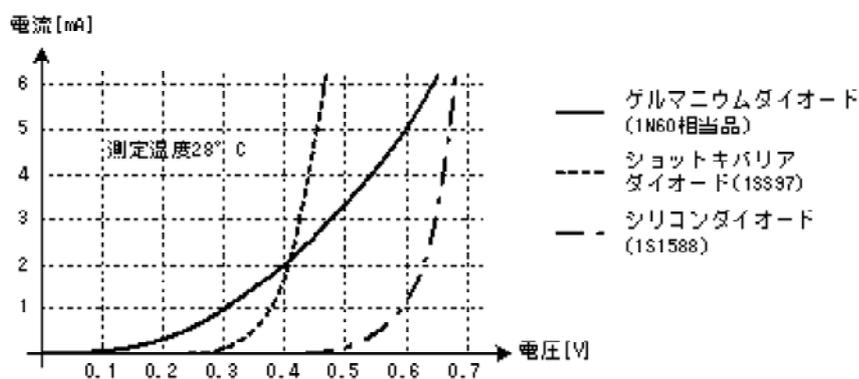

図2-4 各ダイオード電流-電圧特性
まずダイオードの特性を知る必要があります。ダイオード検波に使用するのは小信号用のダイオードです。小信号ダイオードには主に、ゲルマニウム、シリコン、ショットキバリアがあります。これらの電圧・電流特性を調べることにします。使用した各ダイオードを写真2-1に示します。可変抵抗で電流の値を変えて、ダイオードに流れる電流と、ダイオード両端の電圧を測定します。図2-4は実際に私が測定したものです。
- ・入力が100mV以下になると、ダイオードとしての機能が非常に悪くなります。また、逆方向の電流も無視できなくなります。**図2-4**だけを見れば、入力が100mV以下のときダイオードとして働くのが、むしろ不思議なぐらいです。